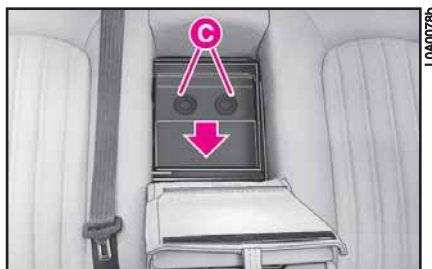

fig. 206
3) Ouvrir le volet en appuyant sur les boutons **C** (fig. 206).